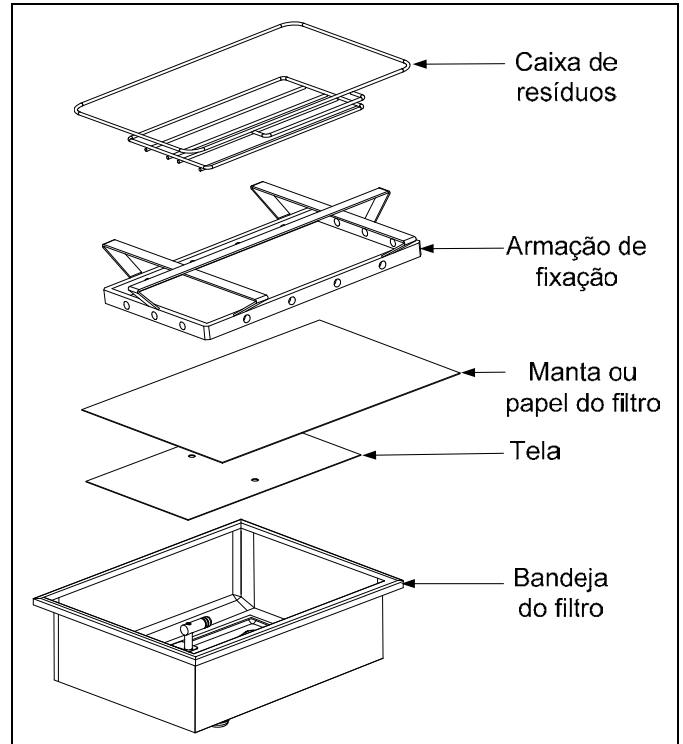

Figura 1
1. Remova a bandeja do filtro do gabinete e, em seguida remova a caixa de resíduos, a armação de fixação, o filtro de papel ou a manta e tela do filtro (veja a Figura 1). Limpe todos os componentes com uma solução de detergentes e água quente, em seguida, seque bem.
3. Depois, em ordem inversa, coloque a tela de filtro metálico no centro da parte inferior da bandeja e estenda uma folha de filtro de papel ou uma manta sobre a tela, cobrindo todas as laterais (veja a Figura 1). Se usar uma manta de filtro, garanta que o lado áspero esteja virado para cima e coloque a manta sobre a tela, certificando-se de que ela esteja entre as nervuras salientes da bandeja do filtro.